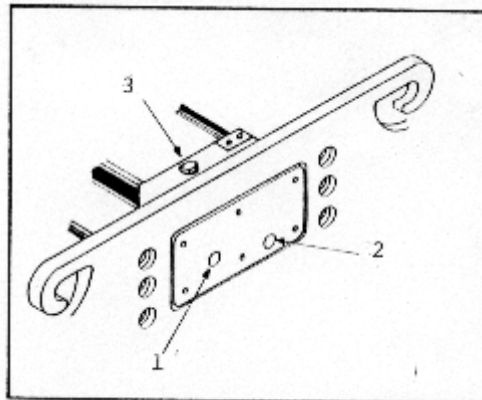

Fig. 12
Sacar el tapón de nivel de aceite (Fig. 12, nº 1) y comprobar que hay aceite en el fondo. Si fuera necesario añadir aceite hidráulico.
- Sacar el tapón del nivel (Fig. 12, nº 1) y de purga (Fig. 12, nº 2).
- Limpiar los tapones y poner el tapón de purga (Fig. 12, nº 2).
- Colocar los tapones de nivel (Fig. 12, nº 1) y de llenado (Fig. 12, nº 3).